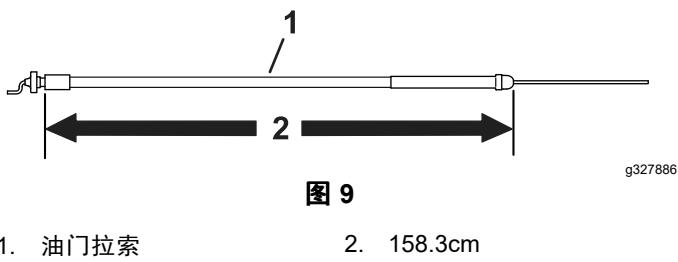

图 9
- 在型号为 04035、04037、04056 和 04060 以外的所有牵引装置中使用 158.3cm 长的油门拉索请参阅 图 9。